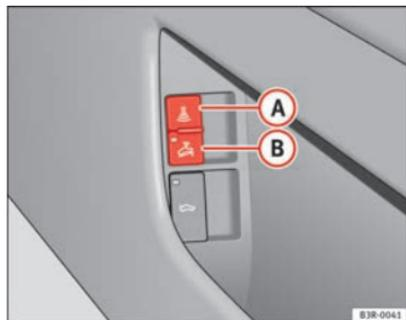

Fig. 78 Interruptor da vigilância do habitáculo
- Abra a porta e puxe o interruptor **(A)** com o símbolo  que se encontra num dos lados do compartimento porta-objectos da porta do condutor ⇒ Fig. 78.
- Abra a porta e puxe o interruptor **(B)** com o símbolo  que se encontra num dos lados do compartimento porta-objectos da porta do condutor ⇒ Fig. 78.